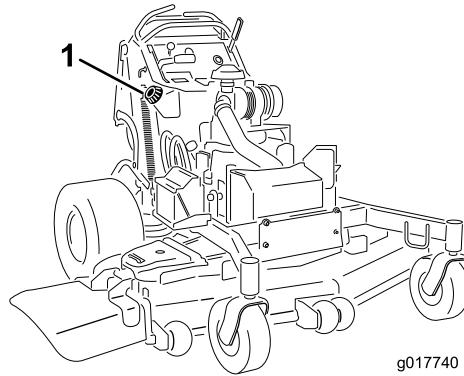

Figure 49
6. À l'aide du siphon, vidangez le carburant dans un bidon propre (Figure 49).